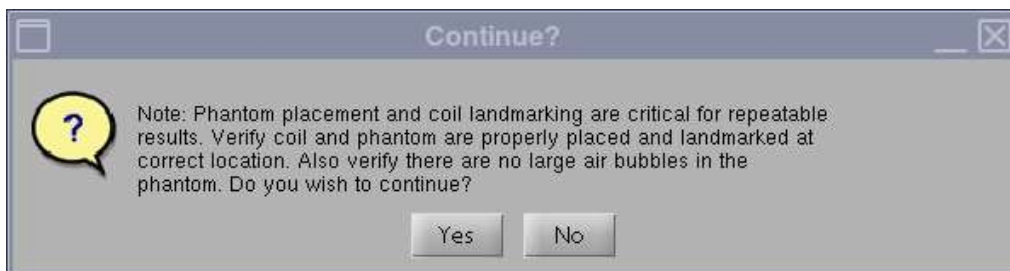

Fig. 4
3. La început, va apărea următoarea Observație: “Phantom placement and coil landmarking are critical for repeatable results” (Amplasarea fantomei de calibrare și alinierea cu marcajele bobinei sunt esențiale pentru obținerea unor rezultate repetabile). Dacă bobina a fost aliniată corect și în fantoma de calibrare nu există bule de aer, faceți clic pe **[Yes]** (Da) pentru a continua. (Fig. 4).